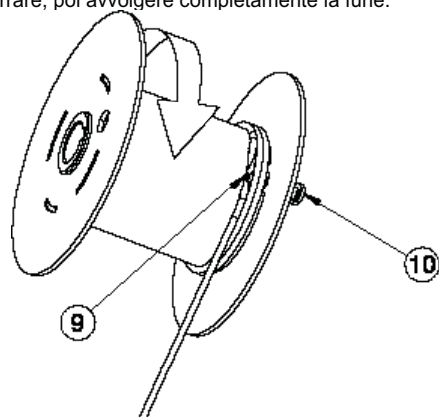

Fig. 4.5
5) Avvolgere due spire complete mantenendo la fune a contatto del tamburo poi creare un'ansa e inserirla nell'asola sul tamburo (Rif.9 Fig.4.5), avvitare completamente la vite Rif.10 Fig.4.5 in modo da passare all'interno dell'ansa, applicare del bloccafili medio sulla vite e serrare, poi avvolgere completamente la fune.